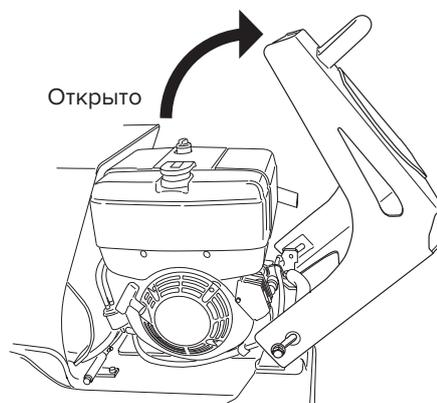

Рис. 36
3. Плавно откройте крышку (рис. 36)